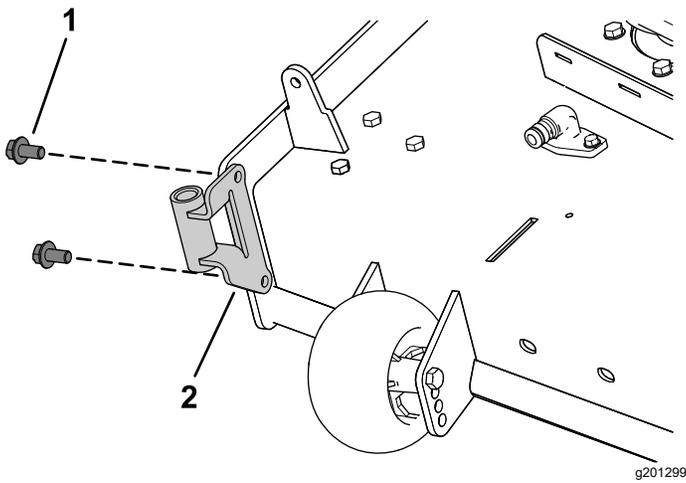

Figura 8
1. Instale el soporte del soplador en la carcasa de corte usando 2 tornillos de cabeza hexagonal con arandela prensada ($\frac{3}{8}'' \times \frac{3}{4}''$), según se muestra en Figura 8.